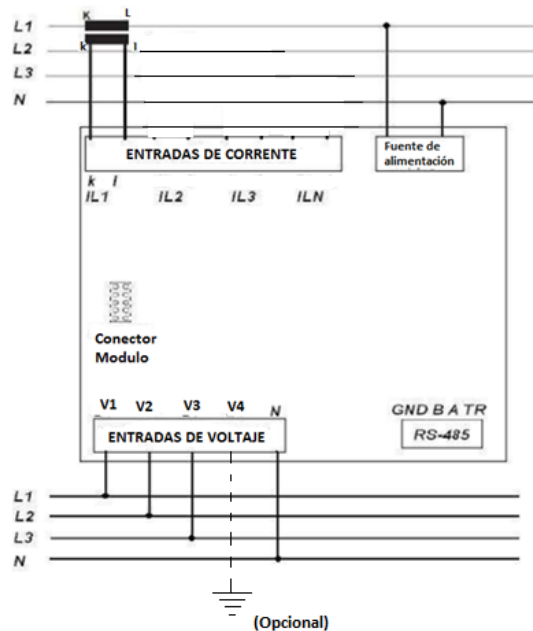

Figura 5. Conexión Trifásica balanceada con neutro.
- Para el diagrama de la figura 5 se utilizan cuatro conexiones de tensión y una de corriente.